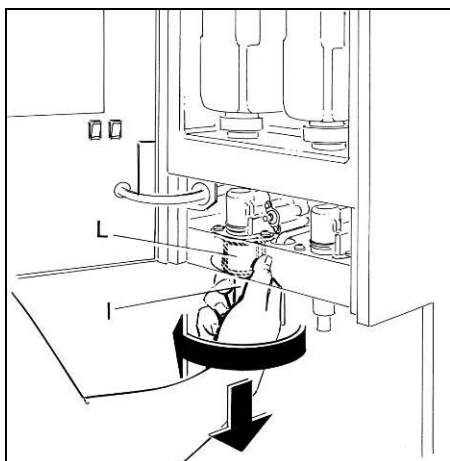

Fig. 4
- **R**uotare in senso orario il rubinetto I e rimuoverlo (Fig. 4).
- **A**ssieme al rubinetto rimuovere anche il sostegno L (Fig. 4).
- **P**osizionare su "0" l'interruttore Y relativo alla esclusione delle pompe del succo (Fig. 4).